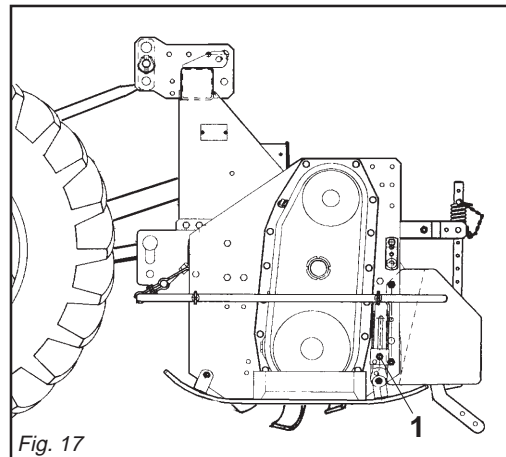

Fig. 17
**Macchine con slitte:** per regolare la profondità nelle macchine con slitte, è necessario allentare la vite di registro (1 Fig. 17), alzare o abbassare la slitta nella posizione desiderata, riavvitare poi la vite di registro. Questa operazione va effettuata su tutte e due le slitte e varia a seconda del terreno.
**Machine with skids:** to adjust working depth on this type of machine you must loosen the adjustment screw (1 Fig. 17) and raise or lower the skid the desired amount. Then retighten the screw. Both skids should be subjected to this operation which will vary according to the type of soil.
**Maschine mit Schlitten:** um die Arbeitstiefe der Maschine mit Schlitten zu bestimmen, ist es notwendig die Stellschraube zu lockern (1 Abb. 17), den Schlitten im gewünschten Maße zu heben oder zu senken, und die Stellschraube wieder anzuziehen. Diese Vorgang ist auf beiden Kufen vorzunehmen und hängt von der Bodenbeschaffenheit ab.
**Machine avec patins:** pour régler la profondeur sur les machines avec patins, desserrer la vis de réglage (1 Fig. 17), soulever ou abaisser les patins à la mesure désirée et revisser la vis de réglage. Cette opération doit être effectuée sur les deux patins et varie selon le sol.
**Máquinas con correderas:** para ajustar la profundidad en las máquinas con correderas, hace falta quitar el perno de registro (1 Fig. 17), subir o bajar las correderas de la misma deseada y volver a introducir el perno en su agujero. Esta operación se efectúa sobre ambas correderas y varia de acuerdo al terreno.